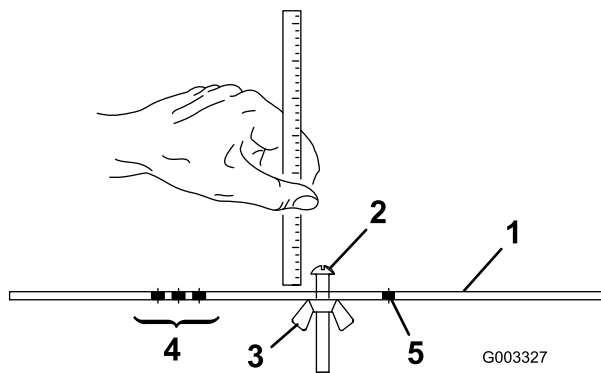

Figura 17
2. Desaperte a porca da barra indicadora (Figura 17) e regule o parafuso de ajuste para a altura de corte desejada. A altura de corte corresponde à distância entre a parte inferior da cabeça do parafuso e a superfície da barra.